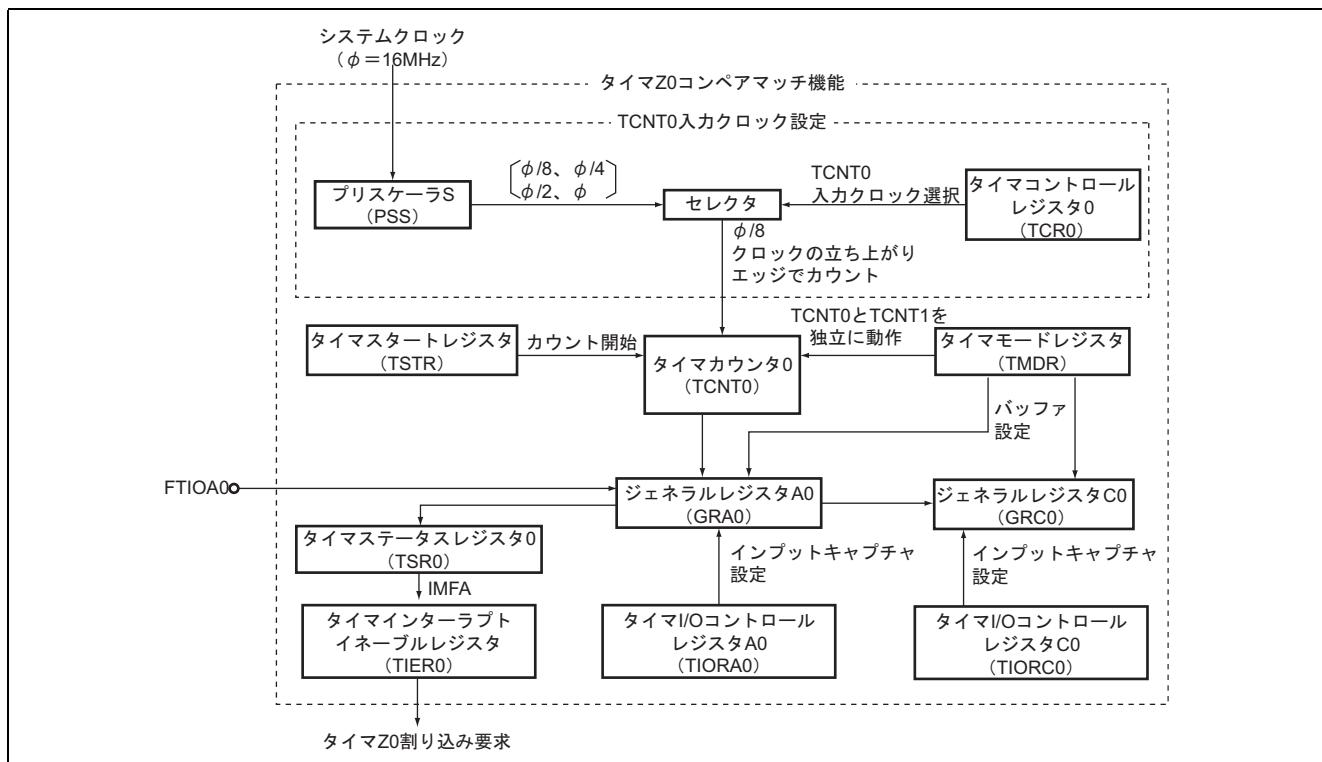

図 2.1 タイマ Z0 のブロック図
- 本タスク例では、タイマ Z インプットキャプチャ機能のバッファ動作を使用して、インプットキャプチャ入力端子 A0 (FTIOA0) に入力されたパルスの High 幅と Low 幅を測定します。インプットキャプチャ機能のブロック図を図 2.1 に示します。以下にタイマ Z インプットキャプチャ機能のブロック図について説明します。